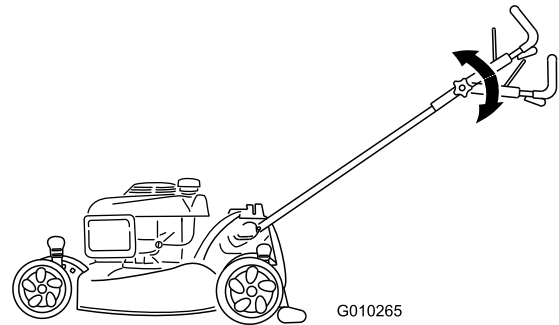

Figura 19
2. Mueva el manillar superior a la posición deseada (Figura 19).